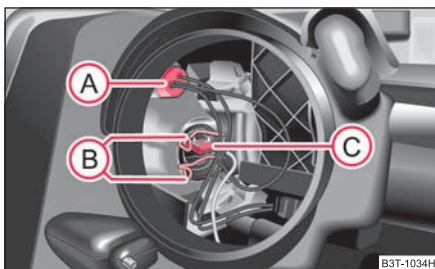

Fig. 234 Demontarea lămpii
- Scoateți dulia Ⓐ afară ⇒ fig. 234.
- Apăsăți mânerul de sârmă Ⓑ ⇒ fig. 234 împreună și desprindeți-l în lateral.
- Scoateți dulia Ⓒ afară ⇒ fig. 234.